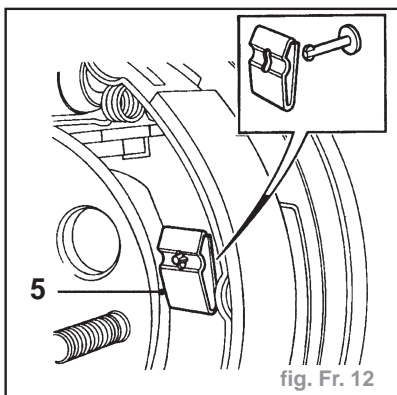

fig. Fr. 12
- Appuyer sur les attaches (5) pour dégager les goupilles de retenue de segment de frein (fig. Fr. 12).